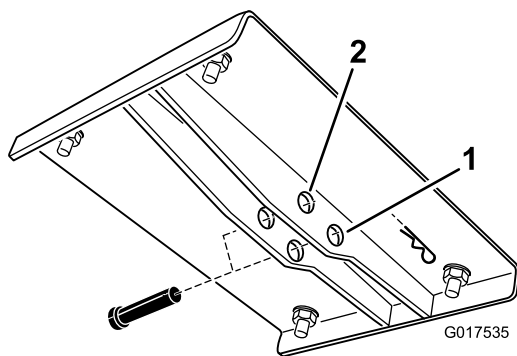

Figura 10
12. Individuate le due serie di fori nella staffa di sollevamento superiore (Figura 10). Selezionate la serie di fori nella staffa per i veicoli elettrici.